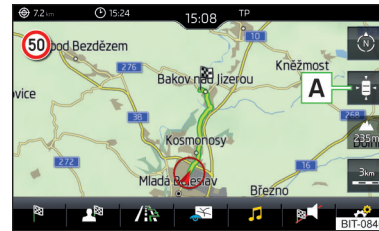

Abb. 236
► Zur **Kartenzentrierung** die Funktionsfläche   » Abb. 236 antippen.